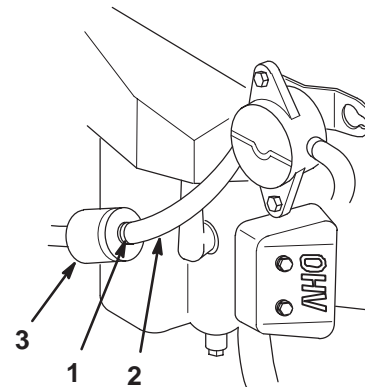

Bild 39
5. Drücken Sie die Enden der Schlauchklemme zusammen und schieben sie an der Kraftstoffleitung nach oben zum Kraftstofftank (Bild 39).
6. Ziehen Sie die Kraftstoffleitung vom Filter (Bild 39). Öffnen Sie den Kraftstoffhahn und lassen das Benzin in einen vorschriftsmäßigen Kanister ablaufen.
5. Drücken Sie die Enden der Schlauchklemmen zusammen und schieben Sie sie vom Filter weg (Bild 39).
7. Setzen Sie einen neuen Filter ein und schieben Sie die Schlauchklemmen an den Filter heran (Bild 39).